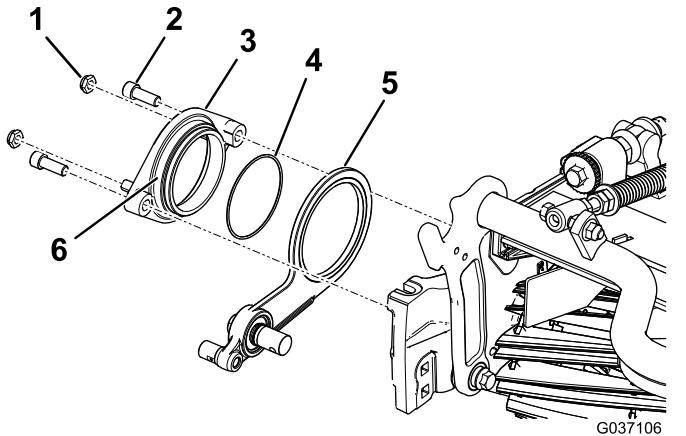

图 10
3. 在枢轴轮毂组件外径上涂抹防粘剂 图 10。
4. 用 2 个内六角螺栓将枢轴轮毂固定到滚刀的怠轮总成上 图 10。
5. 将 2 个锁紧螺母松松地安装到枢轴轮毂上 图 10。